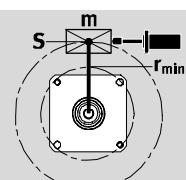

Fig. 6
- Se till att följande specifikationer följs (Fig. 6):